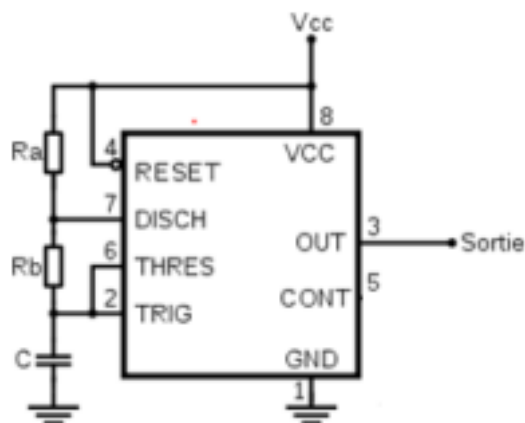

Figure2 : Générateur de fréquence à base de NE555
La configuration astable permet d'utiliser le NE555 comme oscillateur. Deux résistances et un condensateur permettent de modifier la fréquence d'oscillations ainsi que le rapport cyclique. Dans cette configuration, présentée par la figure 2, la bascule est réinitialisée automatiquement à chaque cycle générant un train d'impulsion perpétuelle.
1. Réaliser le montage de la figure2.